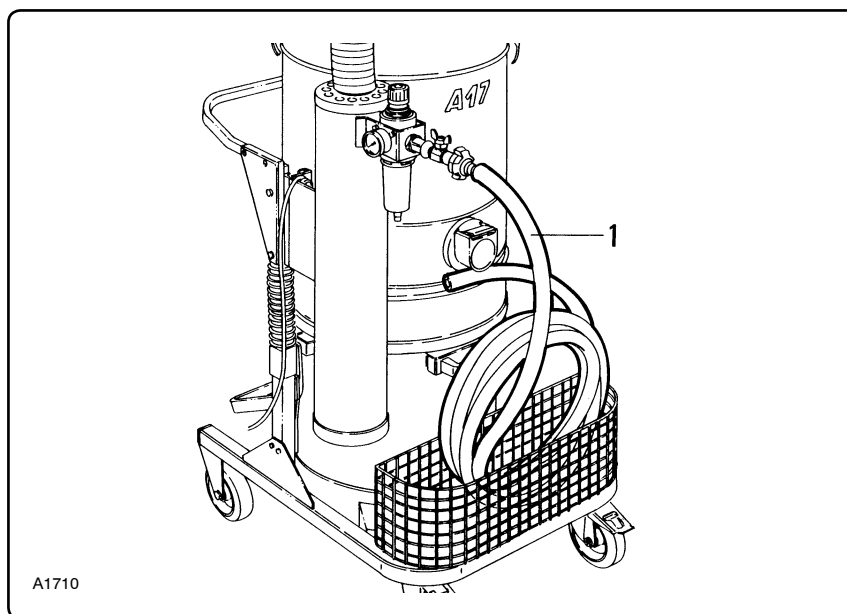

Рис. 5.2.1
5.2 - Подключение компрессорной установки (рис. 5.2.1)